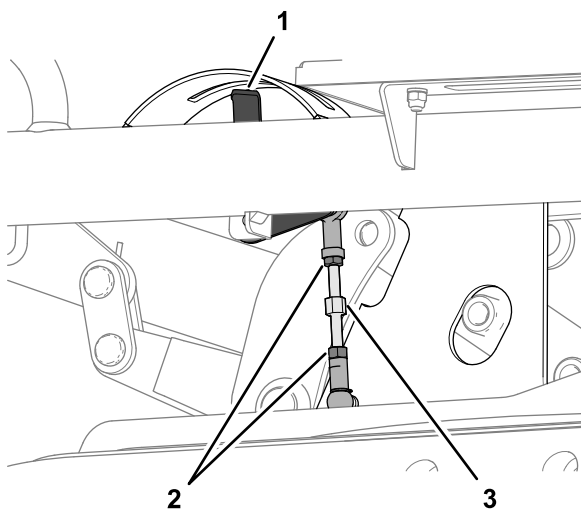

Figura 131
- A. Slăbiți cele 2 contrapiulițe care fixează articulația pentru înălțimea de tăiere (**Figura 131**).
- B. Rotii articulaia până când indicatorul pentru înălțimea de tăiere este aliniat la marcajul de 75 mm, privind de pe scaunul operatorului (Figura 130 i Figura 131).
- C. Strângeți cele 2 contrapiulițe (Figura 131).